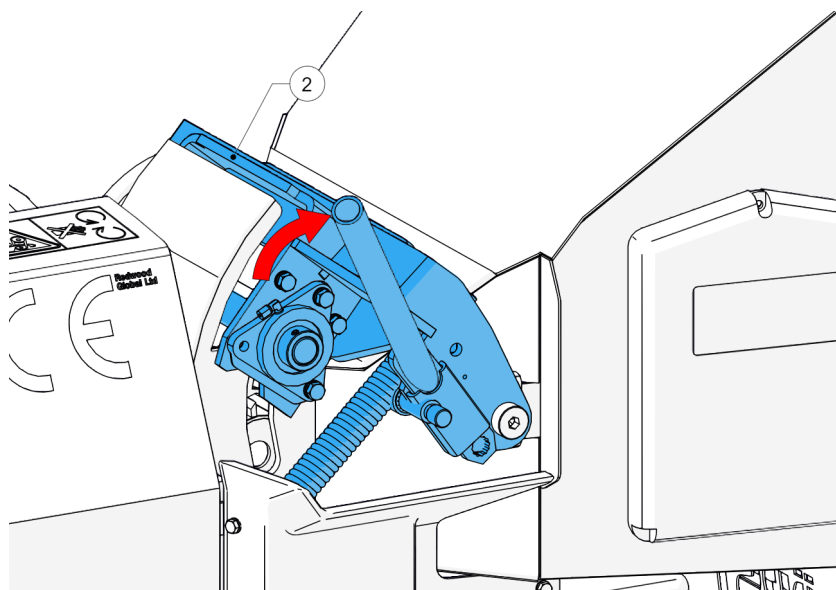

Figure 43 - Relevage du boîtier du rouleau d'alimentation supérieur
12. 2x personnes sont nécessaires pour cette étape. Une personne soulève le rouleau d'alimentation supérieur (2, Figure 43) en position complètement ouverte tandis que l'autre personne, portant des gants de protection et à l'aide d'un morceau de bois, dégage soigneusement le blocage de l'intérieur de la chambre d'alimentation.